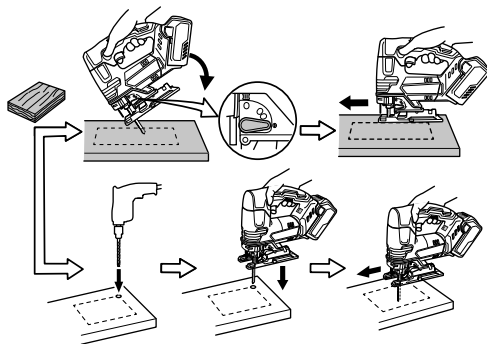

Fig. 26
5. Découpe d'ouvertures (Fig. 26)